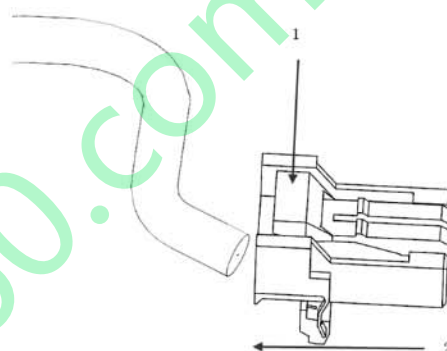

图8-1-9 电动背门开关组接插件拆卸示意图
d. 拆卸电动背门开关组接插件：如图8-1-9，用力沿箭头1方向压住卡脚，再沿箭头2方向拔出线束插头。